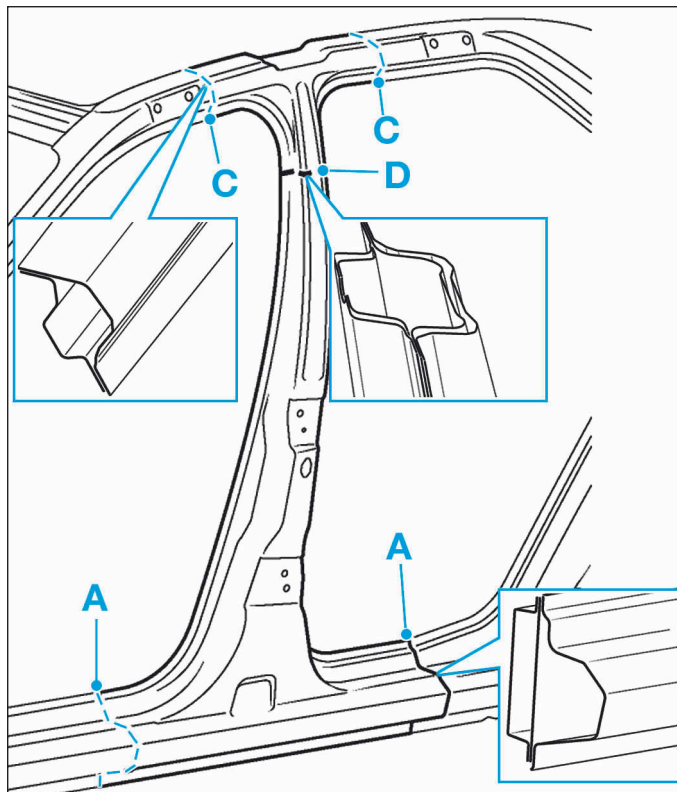

FIG.54
- Respecter les lignes de coupe (A), (C) et (D) (Fig.54).